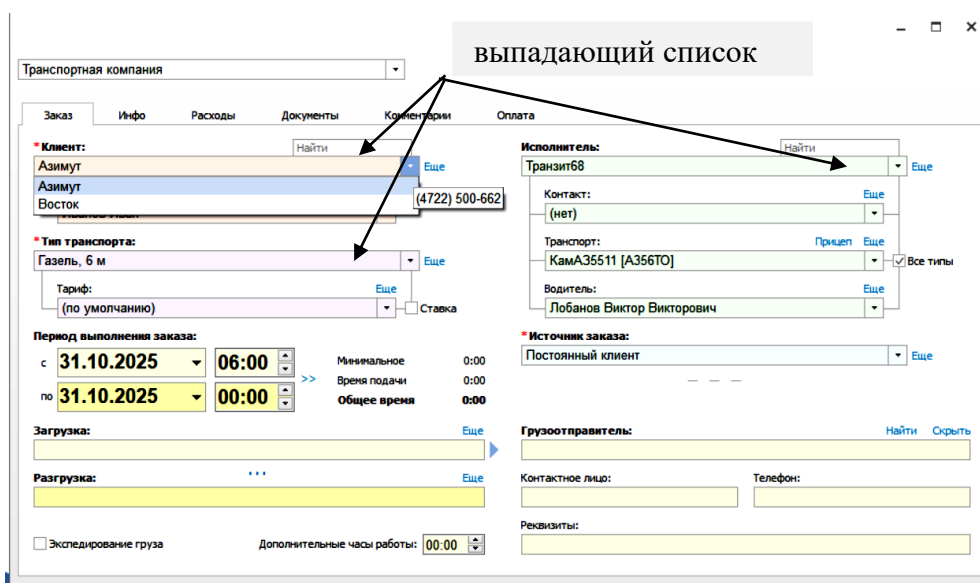

Рис. 4.2. Выпадающие списки
4. При заполнении сведений о клиенте, типе транспорта и исполнителе необходимо выбрать нужное из выпадающего списка, который появляется при нажатии на стрелочку (рис. 4.2).